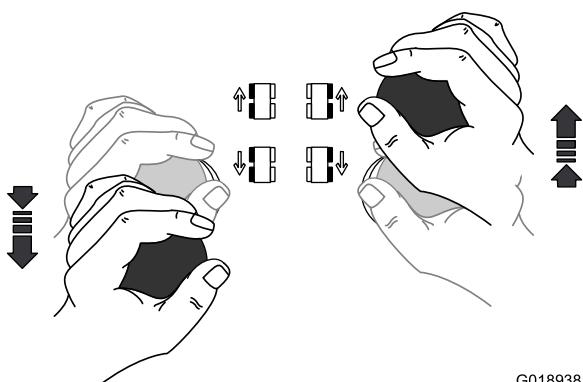

Figura 41
- Para girar la máquina **a la izquierda**, sujeté ambas palancas de control de tracción con las manos, tire de la palanca de control de tracción izquierda hacia atrás y empuje la palanca de control de tracción derecha hacia adelante (Figura 41).